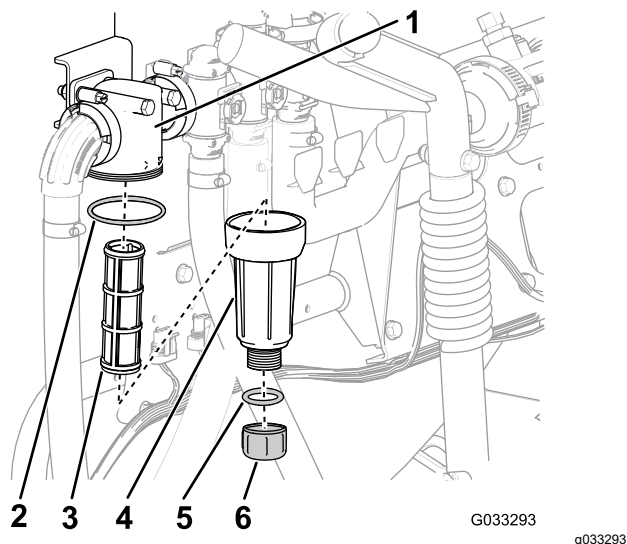

Рисунок 61
3. Поверните маслосливную пробку против часовой стрелки и снимите ее со стакана фильтра линии нагнетания (Рисунок 61).
4. Поверните стакан против часовой стрелки и снимите его с головки фильтра (Рисунок 61).
5. Извлеките старый элемент фильтра линии нагнетания (Рисунок 61).
6. Проверьте уплотнительное кольцо маслосливной пробки (расположенное внутри стакана) и уплотнительное кольцо стакана (расположенное внутри головки фильтра) на повреждения и износ (Рисунок 61).
7. Вставьте новый элемент фильтра линии нагнетания в головку фильтра (Рисунок 61).
8. Установите стакан на головку фильтра и затяните вручную (Рисунок 61).
9. Установите пробку в стакан и затяните ее от руки (Рисунок 61).
2. Поместите сливной поддон под фильтр линии нагнетания (Рисунок 61).